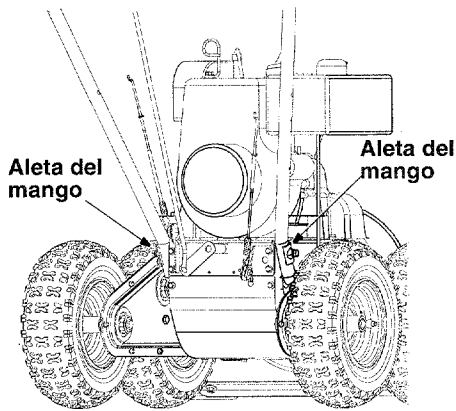

Figura 2
- Coloque una de las dos aletas del mango, incluidas en el conjunto de ferretería (Grupo A en la página 43), sobre el orificio superior en el mango, de manera que el contorno de la aleta del mango coincida con el del mango. Vea la Figura 2.